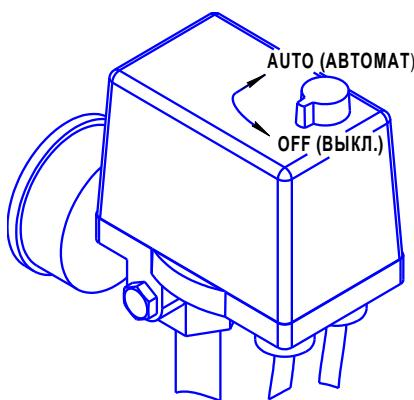

Рисунок 4
- 1 Проверьте, чтобы выключатель на прессостате находился в выключенном положении "OFF" (см. рисунок 4).
- 1 Выключить компрессор выключателем на прессостате. Для этого необходимо переключить выключатель в положение "OFF" (см. рисунок 4). После этого остановится электродвигатель и произойдет сброс давления из нагнетательного воздухопровода и поршневого блока.